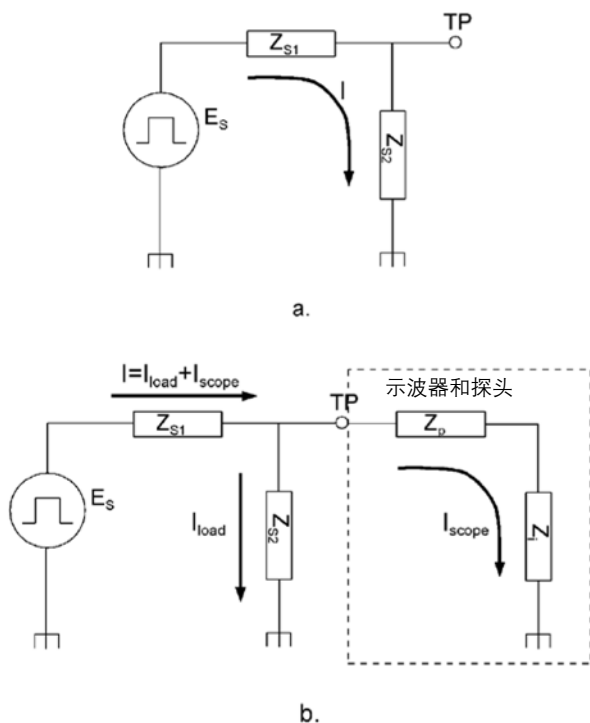
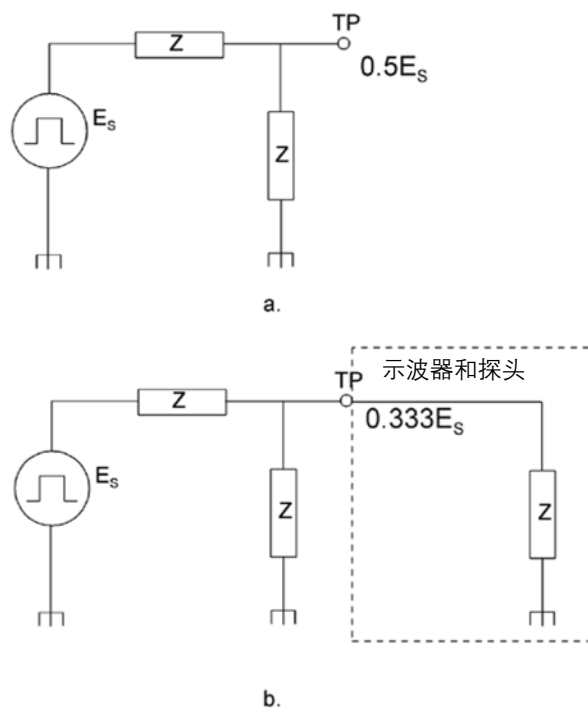

图 4.1. 在测试点 (TP) 上测量的信号可以通过信号源和相关的负荷阻抗表示 (a)。探测测试点在信号源负荷上增加了探头和示波器阻抗，导致测量系统吸收部分电流 (b)。
图 4.2. 信号源阻抗越高，探测导致的负荷越大。在这种情况下，所有阻抗都相等，探测导致测试点上的信号幅度下降了 30% 以上。
为获得信号的示波器显示，必须把信号的某个部分转换成示波器的输入电路，如图 4.1 所示，其中测试点 (TP) 后面的电路使用信号源 E_s 和相关电路阻抗 Z_{s1} 和 Z_{s2} 表示，这是 E_s 上的正常负荷。在示波器连接到测试点上时，探头阻抗 Z_p 和示波器输入阻抗 Z_i 成为信号源上负荷的一部分。
但是，在更高的信号源阻抗时，情况发生明显变化。例如，考虑一下图 4.1 中的信号源阻抗具有相同的值，且该值等于探头阻抗和示波器阻抗总和，如图 4.2 所示。